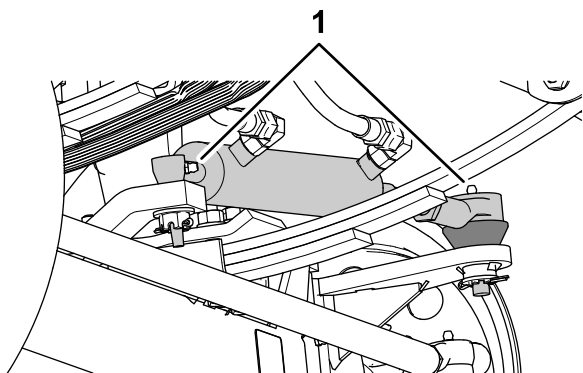
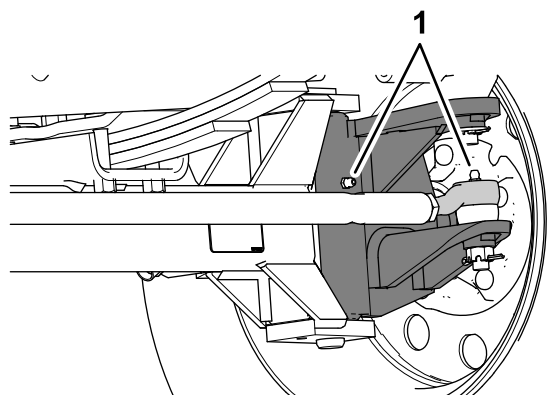

Figure 104
Figure 105
1. Essuyez les graisseurs (Figure 104 et Figure 105).
- Injectez de la graisse dans les graisseurs (Figure 104 et Figure 105).
Remarque: Les emplacements des graisseurs sont illustrés à la Figure 104.